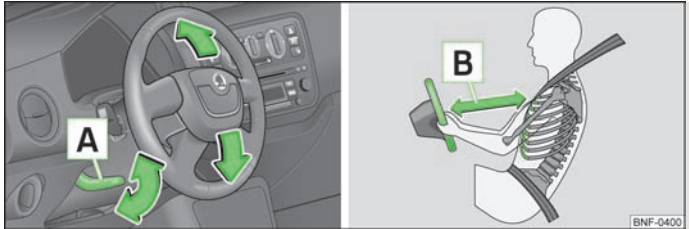

Abb. 60 Verstellbares Lenkrad: Hebel unter dem Lenkrad / Sicherer Abstand zum Lenkrad
- Den Hebel **A** » Abb. 60 unter dem Lenkrad nach unten schwenken.